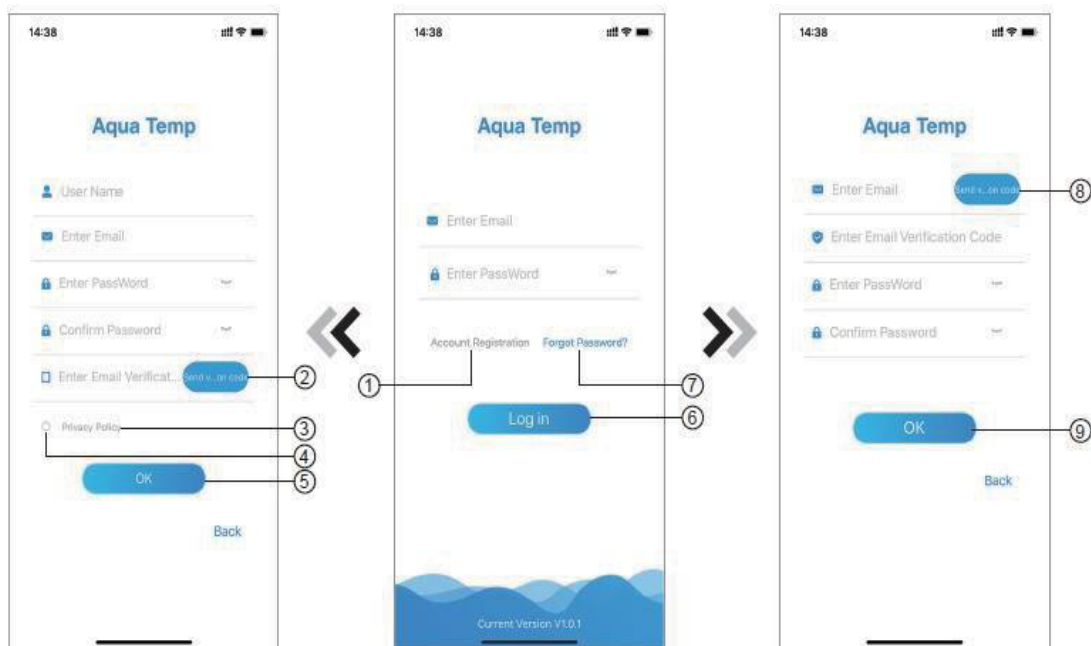

Fig.1, 2 & 3 : Les étapes de la création de compte
1. Enregistrement de compte : Pour enregistrer un compte, cliquez sur ① (Fig.1) pour accéder à l'interface d'enregistrement de compte, remplissez les informations et cliquez sur ② pour recevoir le code de vérification, tout en remplissant les informations de demande, cliquez sur ③ pour lire les détails de la politique de confidentialité, cliquez sur ④ pour accepter, et cliquez ⑤, l'enregistrement est terminé.
2. Se connecter : Suivre les instructions de la page (Fig.1), entrer l'adresse e mail et le mot de passe enregistrés, click ⑥ et passer à la liste des appareils
3. Mot de passe oublié : Lorsque le mot de passe est oublié, cliquer sur (Fig.1 ⑦), passez à l'interface Mot de passe oublié (Fig.3). Suivre les instructions sur la page, remplir les informations pertinentes, cliquer sur ⑧ pour recevoir le code de vérification du boîte aux lettres, cliquer sur ⑨ pour confirmer, le mot de passe est réinitialisé.